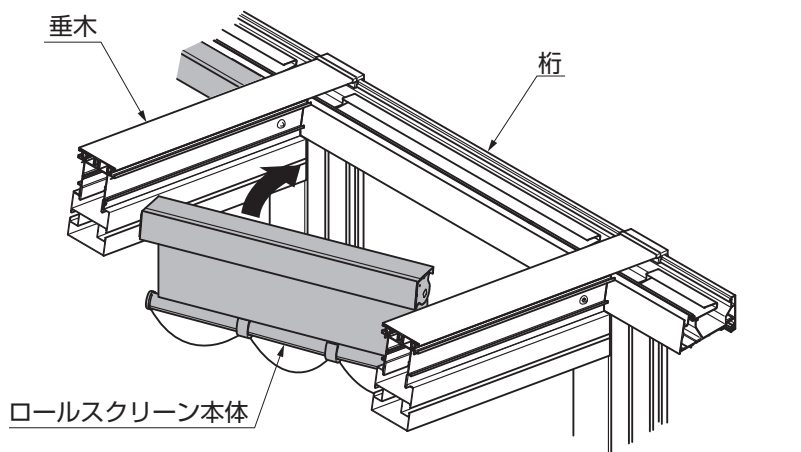

図2-3
- ロールスクリーン本体は、斜めに差込み取付けてください。(図2-3参照)